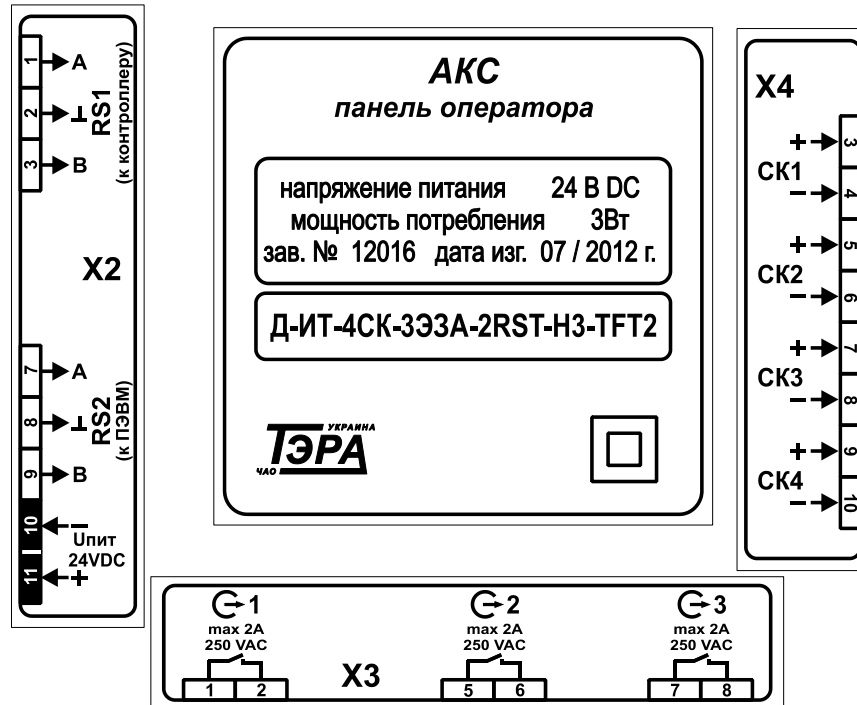

Рис.9.1 – Назначение контактов панели оператора регулятора.
9.1 Назначение контактов панели оператора регулятора приведено на рис.9.1.